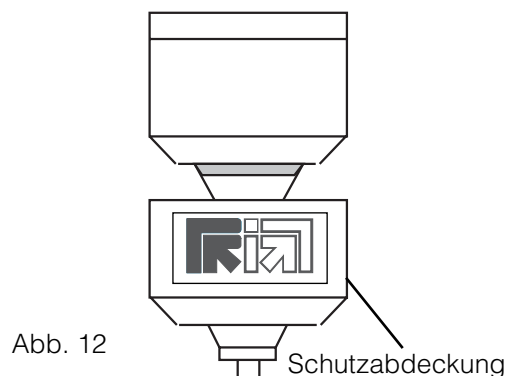

Abb. 12
- 2 - Die Schutzabdeckung abziehen (siehe Abb.12).